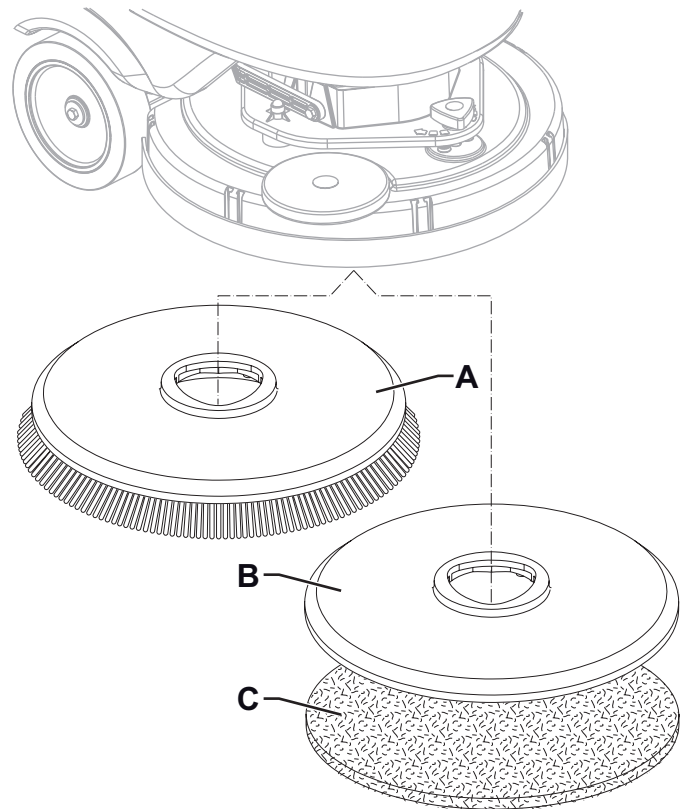

Figure 2
Sur la machine, et la brosse (A, Fig. 2) et le plateau support disque (B) avec disque (C) peuvent être installés, en fonction du traitement à effectuer sur le sol.
1. Positionner la brosse (A) ou le plateau support disque (B) sous la tête porte-brosses (26).
2. Insérer la clé de l'opérateur (51) dans le lecteur de clé (41), puis appuyer sur le bouton-poussoir (42) pour démarrer la machine.
3. Porter à la vitesse d'avance au minimum en appuyant sur le bouton de tortue (45).
4. Appuyer sur le bouton One-Touch (43) pour abaisser la tête sur la brosse.
5. Pour accrocher la brosse, appuyer le paddle (2), puis le relâcher. Si besoin est, répéter la procédure jusqu'à l'accrochage de la brosse.